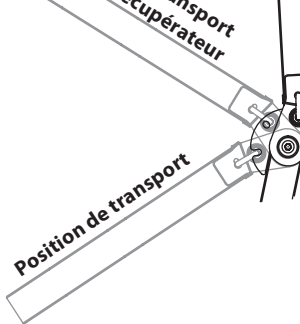

Figure 3
La Figure 3 explique les trois (3) positions de la structure de protection anti-retournement qui sont décrites ci-dessous.